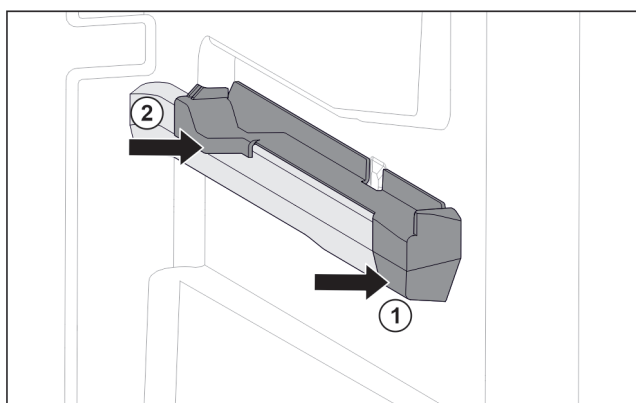

Fig. 196 Elemento inseribile sulla nervatura destra del contenitore
- ▶ Posizionare l'elemento inseribile sulla parte anteriore della nervatura del contenitore. Fig. 196 (1)
- ▶ Premere l'elemento inseribile sulla parte posteriore. Fig. 196 (2)